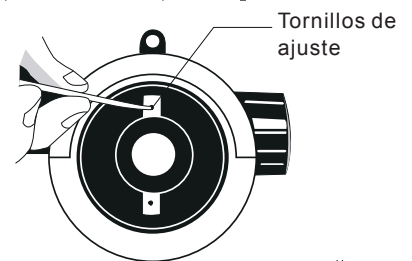

Fig.13
- (2) Aleje el instrumento 2m de a, las lecturas son a2, b2 (Fig. 13)
- (3) Calcule $b2' = a2 - (a1 - b1)$. If $b2' = b2$, demuestra que la línea de visión no es necesario corregir.
- (4) Si $b2' \neq b2$, demuestra que será necesaria la corrección.
- (5) Apunte la vista óptica al pentagrama B, atornillede la cubierta del ocular, ajuste el tornillo de la Cruz-pelo para hacer el pelo medio da el lectura requerida B2'.
- (6) Repita lo anterior hasta que $|b2' - b2| < 3mm$.